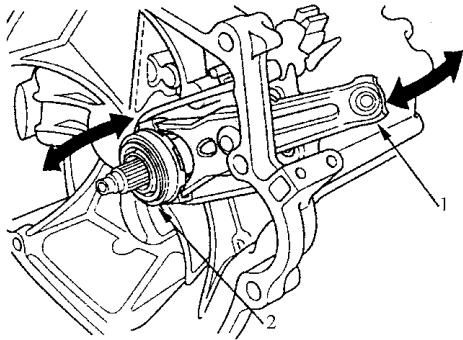

图 4-26 安装分离叉
6) 如图 4-26 所示, 左右一定分离叉, 以确保分离叉正确地安装到分离轴承上, 而且分离轴承能够顺畅滑动。